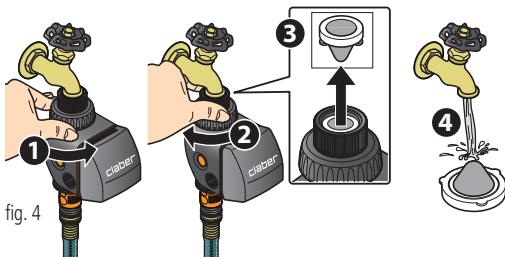

fig. 4
- Contrôler régulièrement et nettoyer le filtre sous l'eau courante (fig.4).